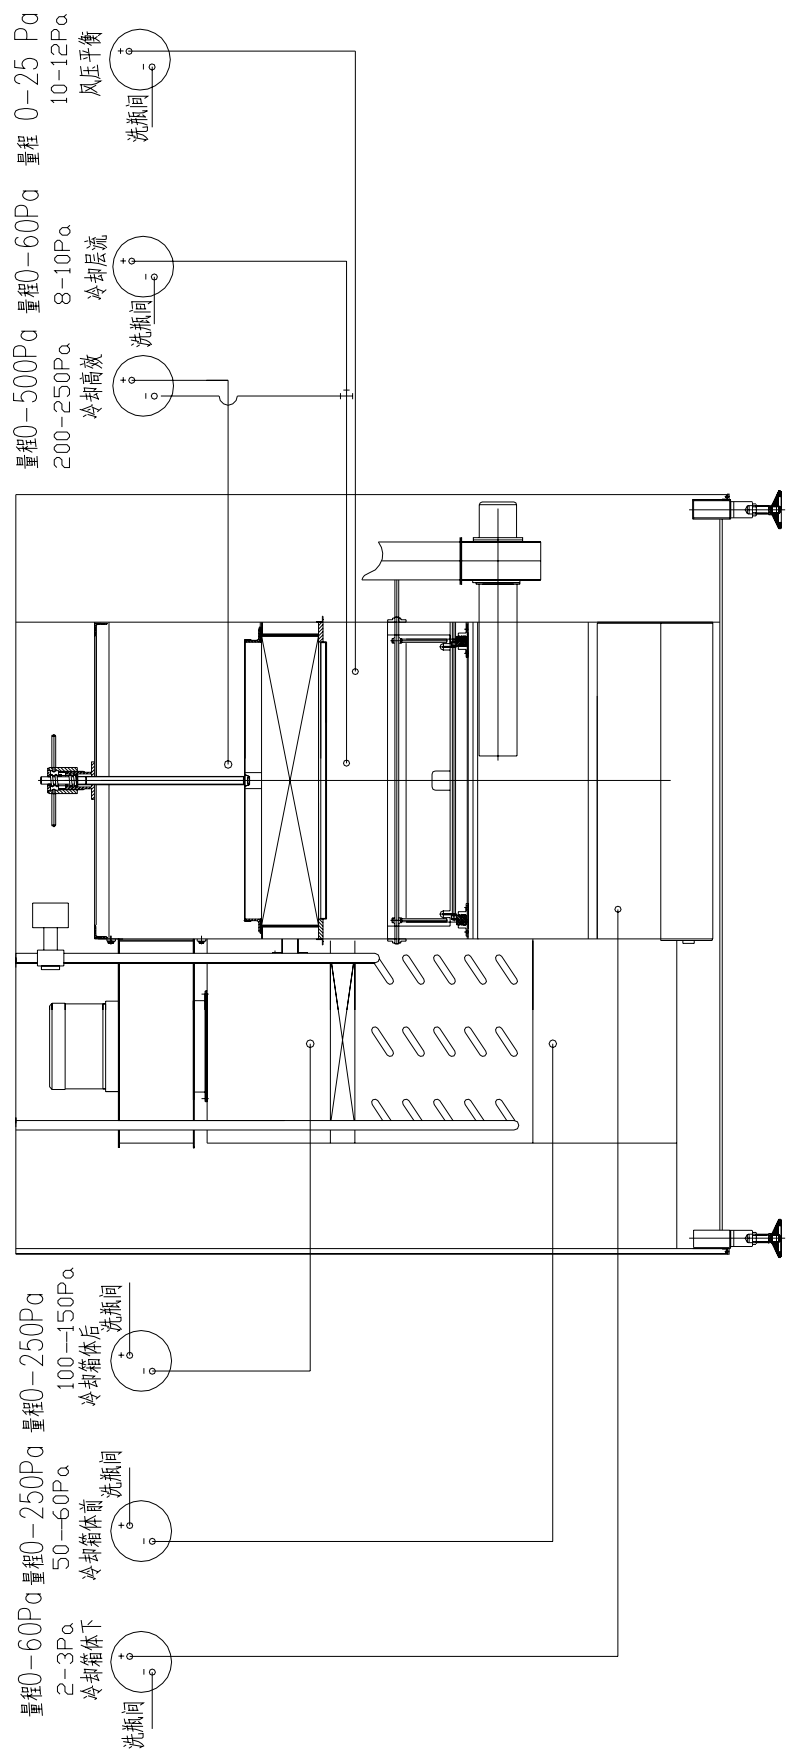

图 2-15 微压差表管接示意图（冷却区）
- * 冷却层流微压差表（量程：0~60Pa；压差：8~10 Pa）（见图 2-15）
- * 冷却高效微压差表（量程：0~500Pa；压差：200~250 Pa）（见图 2-15）
- * 冷却前箱体微压差表（量程：0~250Pa；压差：(-50)~(-60) Pa）（见图 2-15）
- * 冷却后箱体微压差表（量程：0~250Pa；压差：(-100)~(-150) Pa）（见图 2-15）
- * 冷却下箱体微压差表（量程：0~60Pa；压差：2~3 Pa）（见图 2-15）